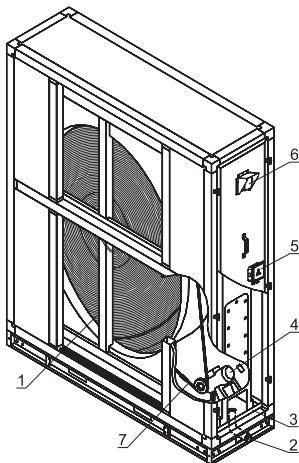

Рисунок 27
В корпусе секций (рис.27) на валу вращается роторный теплообменник (1), приводимый в движение ременным приводом (7) от электродвигателя (4). Проходящий через верхнюю часть ротора отработанный теплый (холодный) воздух нагревает (охлаждает) её, и при последующем её вращении - вниз она проходит в потоке приточного холодного (теплого) воздуха отдаёт тепло (холод) ему.